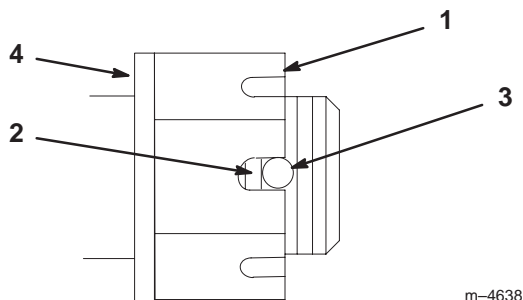

Figure 49
3. Serrez le boulon crénelé à 170 Nm (125 pieds-livres) (Fig. 49).
- Mesurez l'espace entre la base de la fente de l'écrou et le bord intérieur du trou. On ne doit pas voir plus de deux filets (Fig. 49).
- Si plus de deux filets sont visibles, enlevez l'écrou et placez une rondelle entre le moyeu et l'écrou (Fig. 49).
- Serrez le boulon crénelé à 170 Nm (125 pieds-livres) (Fig. 49).
- Serrez l'écrou jusqu'à ce que le jeu de fentes suivant soit en face du trou de l'axe (Fig. 49).